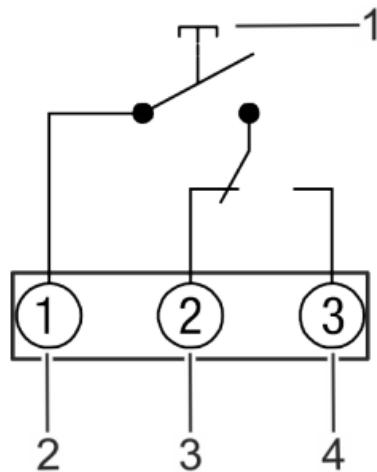

Fig. 3: Schema di allacciamento
5. Inserire i cavi di collegamento nel morsetto corrispondente in base allo schema di allacciamento (Fig. 3) e serrarli.
6. Inserire i cavi di collegamento nel morsetto corrispondente in base allo schema di allacciamento (Fig. 3) e serrarli.